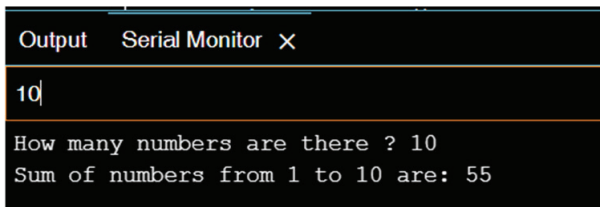

Рис. 2.8. Отображение суммы чисел от 1 до 10
- в окне монитора последовательного порта вы должны увидеть текст «How many numbers are there?» (*Сколько здесь чисел?*). Введите, например, 10 в строке, где написано: «Enter to send message to 'Arduino UNO R4' Minima...» (*Введите, чтобы отправить сообщение в «Arduino UNO R4» Minima...*), и нажмите клавишу <Enter> на своем ПК. Вы должны увидеть число 55, которое представляет собой сумму целых чисел от 1 до 10, как показано на рис. 2.8.